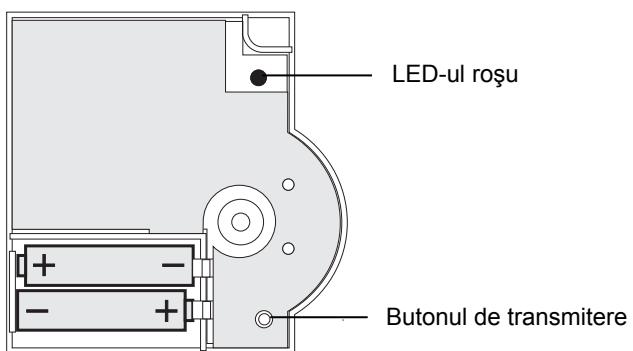

Fig. 13: Polaritatea bateriei și butonul de transmitere
- ▶ Introduceți baterile AA incluse respectând polaritatea (vezi Fig. 13).
- ▶ Introduceți bateriile în compartiment respectând polaritatea (vezi Fig. 13, Pagina 48).